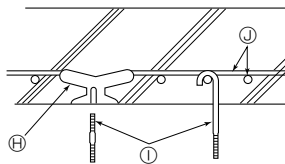

Fig. 2-5
② Estructuras de hormigón armado (Fig. 2-5)